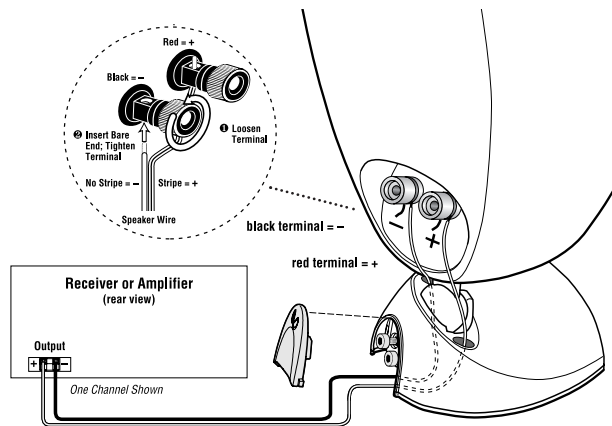

FIGURE 9 – Le schéma de câblage montre les connexions de polarité pour un canal du système home cinéma.
3. Passez les fils du haut-parleur par l'arrière de l'embase et dans les trous de fils de haut-parleur situés sur les côtés gauche et droit du support de coupelle (voir page 5, Figure 9, pour les connexions des fils).
Respectez les polarités lors de la connexion des haut-parleurs, comme l'illustrent les Figures 9 et 10. Connectez chaque borne + à l'arrière de l'amplificateur à la borne + respective de chaque haut-parleur. Connectez les bornes - (noires) de manière identique.